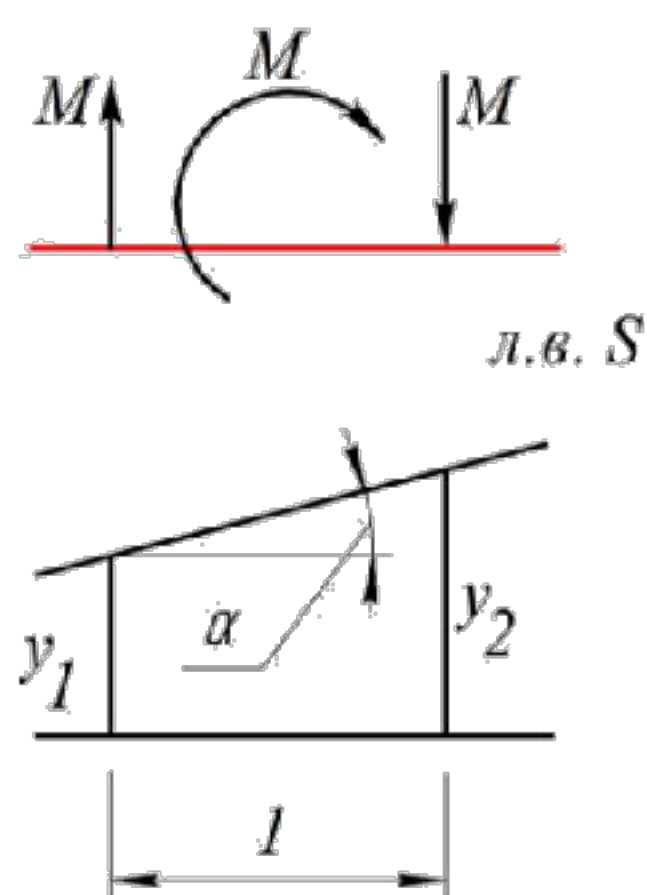

Рисунок 0.16
3. Влияние сосредоточенного момента (рис.0.16)
Из рис.0.16 видно, что второй (дробный) множитель равен $\tan \alpha$ – тангенсу угла наклона л.в. к оси балки в месте приложения сосредоточенного момента, т.е
Чтобы учесть влияние сосредоточенного момента нужно умножить его на тангенс угла наклона л.в. к оси балки в сечении, где он действует. При этом принимается следующее правило знаков: момент, действующий по часовой стрелке, считается положительным; угол α , отсчитываемый против часовой стрелки, принят положительным. На рис.0.16 угол α положительный.